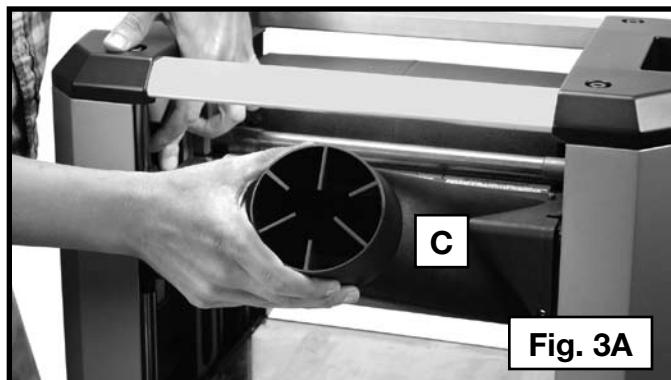

Fig. 3A
3. Insérer la pièce pour système de dé poussiérage (C), fig. 3A, dans les fentes disponibles.